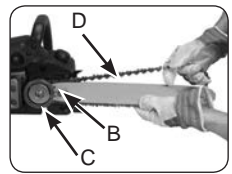

Fig. 4B
2. Enfilez la chaîne autour du pignon d'entraînement (B) derrière l'embrayage (C). Assurez-vous que les maillons soient bien posés entre les dents du pignon d'entraînement (Fig. 4B).
3. Introduisez les maillons dans la rainure (D) sur la périphérie du guide-chaîne (Fig. 4B).